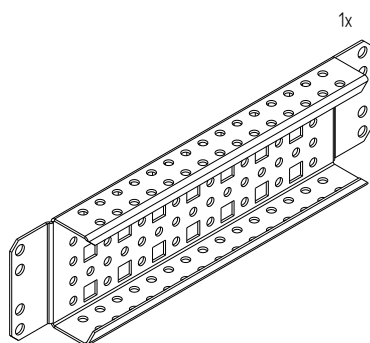

Рисунок 21 – Рейка монтажная тип А
4.6.2 Проверить комплектность (рисунок 21).